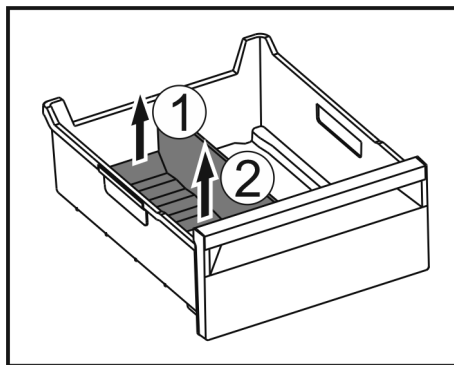

Fig. 188
- Soulever la partie arrière du séparateur de congélateur. Fig. 188 (1)
- Retirer le séparateur de congélateur par le haut. Fig. 188 (2)